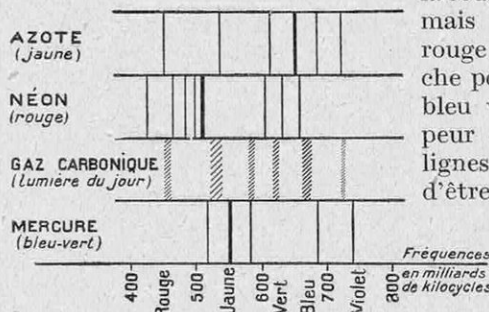

FIG. 7. — LUMIÈRES SIMPLES ÉMISES PAR QUELQUES GAZ DANS LES TUBES LUMINESCENTS
Si, au lieu d'air, on emploie d'autres gaz, la couleur n'est plus violette, mais jaune pour l'azote, rouge pour le néon, blanche pour le gaz carbonique, bleu verdâtre pour la vapeur de mercure, etc., les lignes ou raies, dont il vient d'être question, ne sont pas les mêmes dans les différents cas, comme l'indique notre figure 7.
L'arc à vapeur de mercure est intermédiaire entre les tubes lumineux et les arcs proprement dits : il nécessite l'emploi de gaines de verre comme les premiers et il fonctionne sous basse tension comme les seconds. Un tube de verre (fig. 9), long d'un mètre et de 3 centimètres de diamètre, vide d'air et incliné sur l'horizontale, comporte deux électrodes de fer A C et une goutte de mercure m ; l'anode A est réunie au pôle positif, la cathode C, au pôle négatif. On fait basculer le tube dans une position horizontale, pour que le filet de mercure court-circuite les électrodes et se vaporise, puis on replace le tube dans sa position primitive. Il passe alors un courant de quelques ampères, la température moyenne est de l'ordre de 150°C et le tube produit une lumière bleu verdâtre, fort désagréable, qui tient à l'émission particulière de la vapeur de mercure (fig. 7) : cette lumière ne contenant pas de rouge, la peau paraît verte et les lèvres, noires. On utilise aussi des tubes de quartz, mais il faut les entourer d'un globe de verre, car les radiations ultraviolettes, produites en abondance, sont extrêmement dangereuses pour la vue. En quartz comme en verre, les tubes lumineux à vapeur de mercure trouvent une large application dans l'éclairage des studios cinématographiques (1).
(1) Rappelons que l'arc au mercure a deux autres sortes d'application : a) les radiations qu'il émet (à travers un tube de quartz) sont utilisées pour la stérilisation des eaux ; b) il sert aussi de principe à des convertisseurs, c'est-à-dire à des redresseurs de courant alternatif, puisque le courant ne peut passer dans le sens mercure-fer ; on en a construit de plusieurs centaines de kilowatts, pour les sous-stations de tramways, qui reçoivent de l'alternatif (de transport plus économique) et qui doivent restituer du continu (plus commode pour la traction).